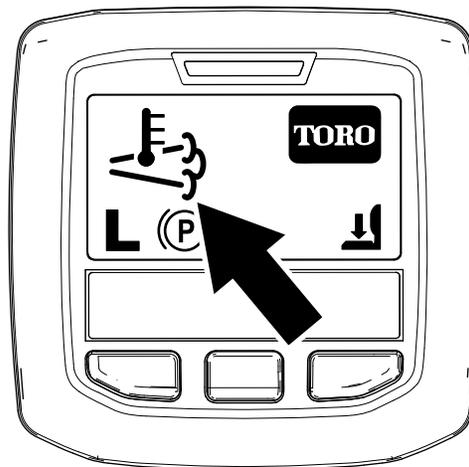

Figure 63
- s'affiche sur l'InfoCenter (Figure 63).